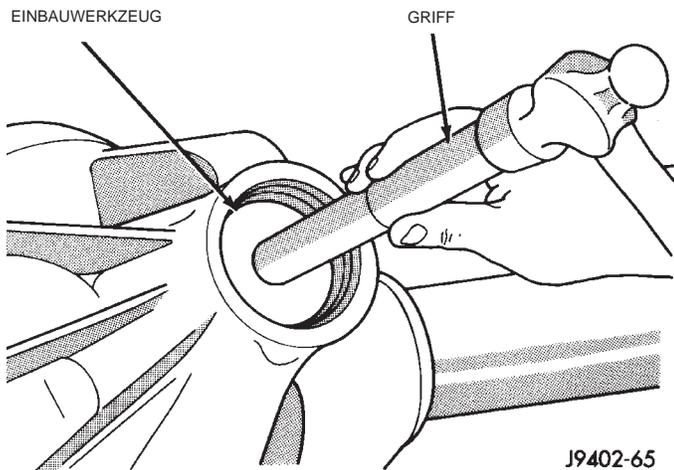

Abb. 44 Vordere Lagerschale einbauen
(3) Die Lagerschale des äußeren Lagers mit Mopar® Door Ease oder gleichwertigem Fett einfetten. Lagerschale mit Einbauwerkzeug D-130 und Griff C-4171 einbauen (Abb. 44).